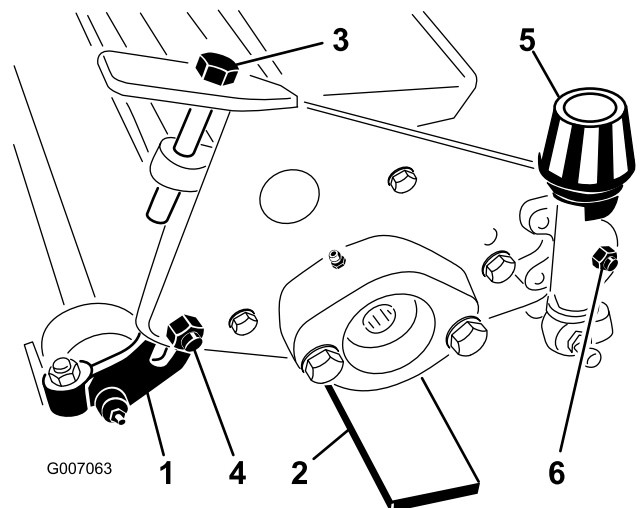

Figura 2
2. Desaperte (2) porcas de bloqueio nos parafusos da carroçaria que fixam os suportes das rodas traseiras à estrutura do escarificador (Figura 2).
"up" ("cima") (Figura 2). Coloque as rodas traseiras na superfície nivelada (com as lâminas do cilindro em contacto com as barras indicadoras) e ajuste os suportes das rodas no lado onde a roda traseira está acima da superfície nivelada - até essa roda entrar em contacto com a superfície nivelada. Volte a apertar ambas as porcas de bloqueio da carroçaria.
1. Barra indicadora (4)
3. Com ambas as rodas traseiras em contacto com a superfície nivelada, desaperte ambas as porcas de bloqueio do botão da altura de corte. Rode os botões da altura de corte até ambas as extremidades do rolo dianteiro estarem em contacto com a superfície nivelada. Verifique o contacto utilizando um pedaço de papel para inspeccionar cada extremidade do rolo. Volte a apertar ambas as porcas do botão da altura de corte (Figura 2).